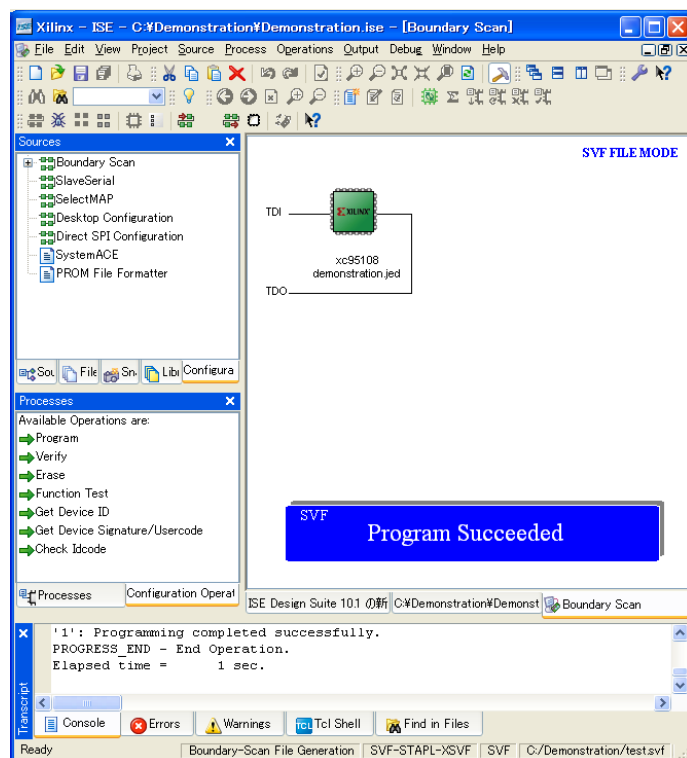

图 7.5: 成功時
7. SVF ファイルの出力が成功すると、図 7.5 のようになる。